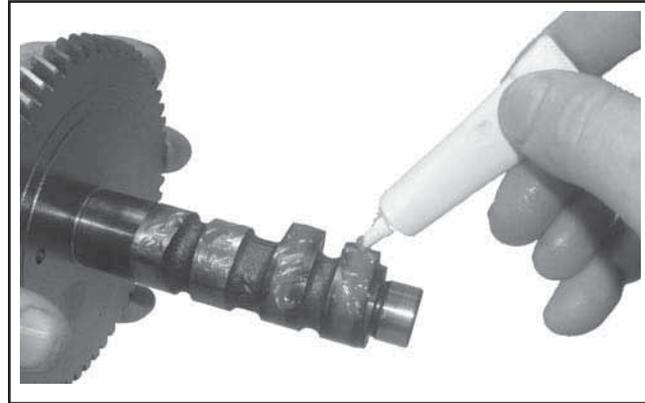

Figure 11-12. Appliquer du lubrifiant pour arbre à cames sur les lobes de la came.
1. Appliquer une couche généreuse de lubrifiant pour arbre à cames (voir la Section 2) sur chacun lobe de la came. Graisser les surfaces des coussinets de l'arbre à cames et du carter moteur avec de l'huile moteur. Voir la Figure 11-12.